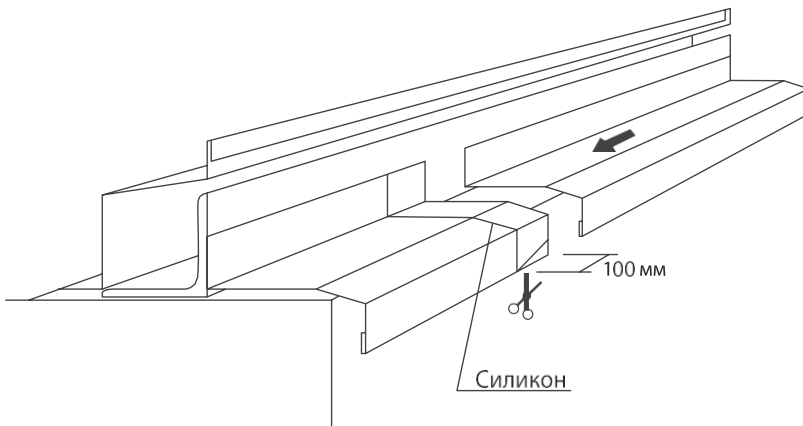

Рис. 49
- Удлинение выполняется с нахлестом одного нащельника на другой с перекрытием не менее 100 мм и нанесением силиконового герметика согласно Рис. 49, 50.
- Монтаж фасонных элементов можно также производить путем срезания края нащельника под углом ножницами по металлу, в соответствии с Рис. 49, 50.